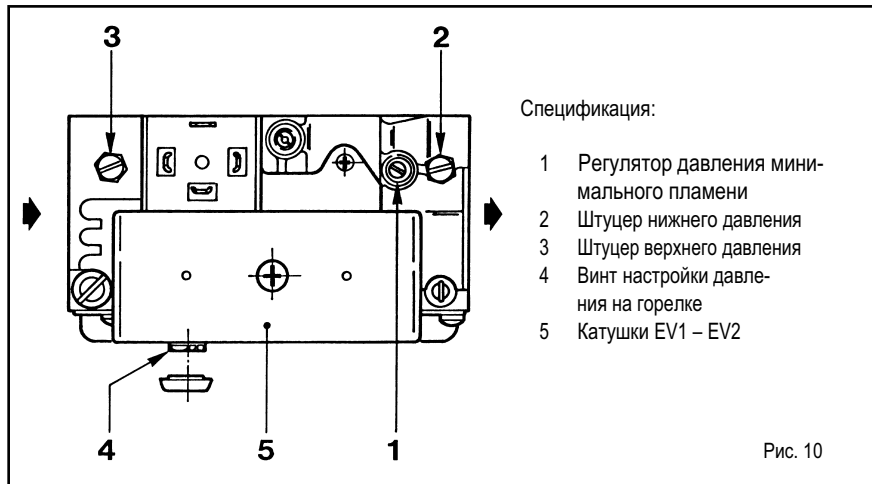
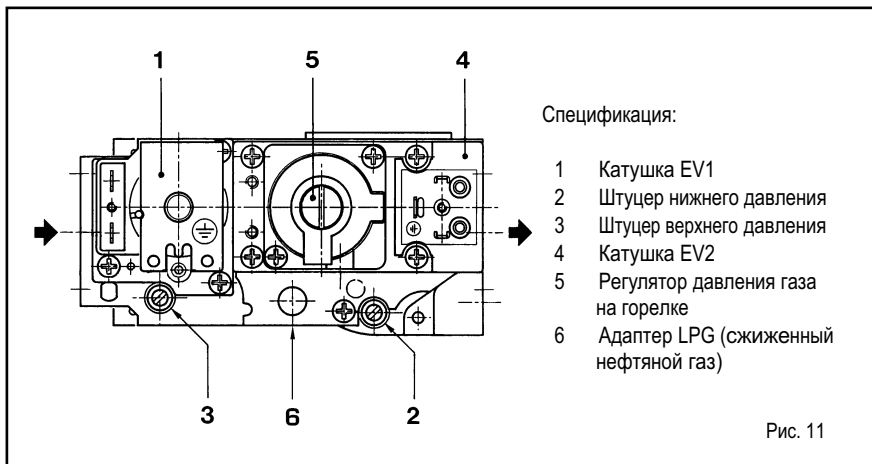

Рис. 10
Рис. 11
Котлы "RX 19÷26", с электронным розжигом, фабрично комплектуются газовым клапаном SIT 830 TANDEM (рис.10). При первом запуске котла рекомендуется продуть подводящий газопровод через штуцер верхнего давления клапана (3). Для настройки давления газа на горелке снимите колпачок, установленный на регуляторе давления (4). Регулировка осуществляется при помощи винта, находящегося под колпачком. Для увеличения давления, подаваемого на горелку, поверните винт по часовой стрелке, для уменьшения - против часовой стрелки.
Котлы с электронным розжигом "RX 37÷55" фабрично комплектуются газовым клапаном HONEYWELL VR4605C (рис.11). При первом запуске котла рекомендуется продуть подводящий газопровод через штуцер верхнего давления клапана (3). Для настройки давления газа на горелке снимите колпачок, установленный на регуляторе давления (5).
- Удалите колпачок, установленный на регуляторе давления, и закрутите до упора винт регулирования (4 рис. 10 и 5 рис. 11).
- Установите на клапане адаптер (6 рис. 11).